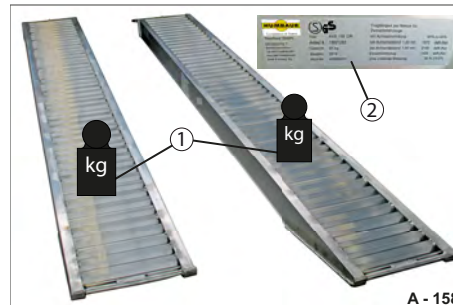

Abb. 168 Auffahrbohlen prüfen
- ▶ Vergewissern Sie sich, dass das Aufladefahrzeug die max. Tragfähigkeit (Abb. 168/1) der Auffahrbohlen nicht überschreitet.
- ▶ Vergleichen Sie die max. Werte auf dem Typenschild (Abb. 168/2) der Auffahrbohlen.